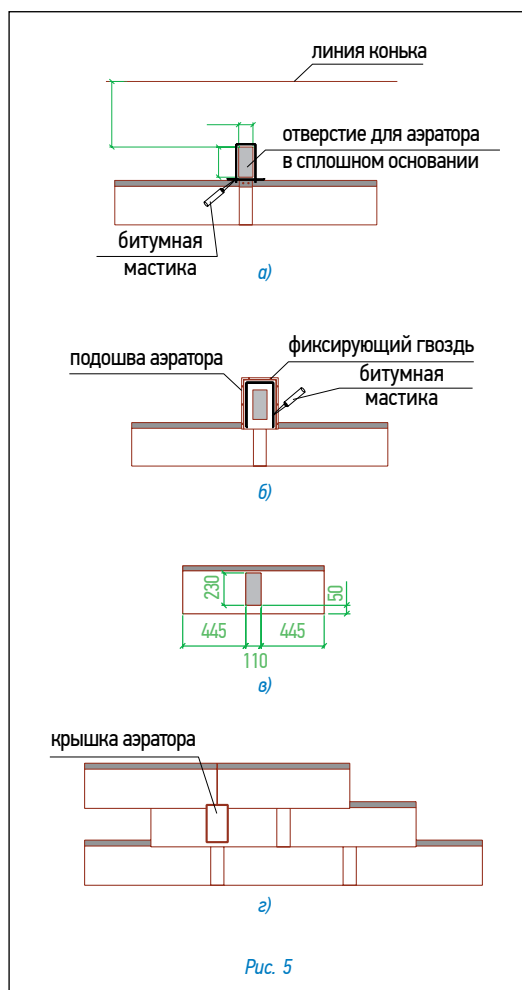

Рис. 5
Установка аэратора (рис. 5)
- В сплошном основании кровли прорезается отверстие 11×23 см, расположенное согласно рис. 5а;
- корпус аэратора устанавливается поверх отверстия и фиксируется гвоздями из нержавеющей стали; по верхней и боковым сторонам подошвы корпуса также наносится битумная мастика (рис. 5б);
- далее укладывается очередной ряд черепицы; подошва аэратора при этом закрывается листом с заранее прорезанным в нем отверстием (рис. 5в);
- на корпус аэратора устанавливается крышка, которая фиксируется нажатием (до щелчка) (рис. 5г).